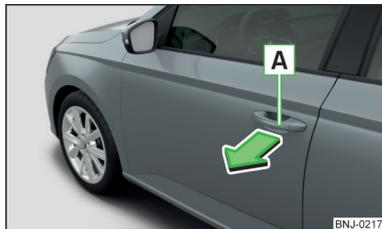

Fig. 33
- Para **abrir desde afuera**, desbloquear el vehículo y tirar en el tirador **A** en el sentido de la flecha » fig. 33.